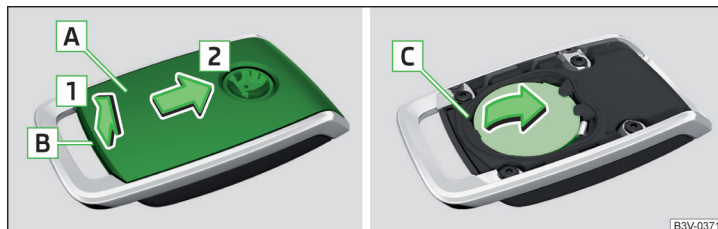

Fig. 342 Abrir la tapa / extraer la pila
- Con un destornillador plano y delgado aflojar la tapa **A** en el área **B** » fig. 342.